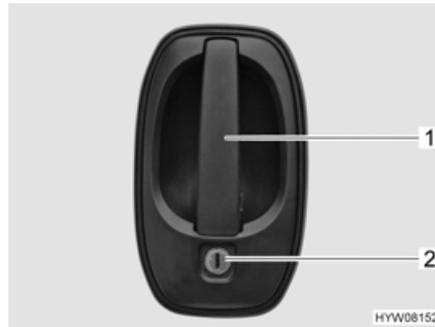

Bild 61 Türschloss (Fahrertür/Eingangstür außen)
- Schlüssel in Schließzylinder (Bild 61,2) stecken und drehen, bis das Türschloss entriegelt ist.
- Am Türgriff (Bild 61,1) ziehen. Die Tür ist geöffnet.
- Schlüssel in Schließzylinder (Bild 61,2) stecken und drehen, bis das Türschloss verriegelt ist.